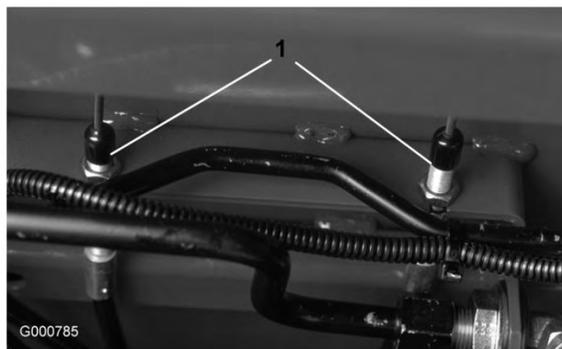

Figura 62
2. Para reduzir a folga dos pedais de travão, aperte-os, libertando a porca dianteira que se encontra na extremidade roscada do cabo do travão (Figura 62). Depois, aperte a porca traseira para deslocar o cabo para trás até que os pedais dos travões apresentem uma folga de 1,25–2,5 cm. Aperte as porcas dianteiras após a conclusão do ajuste.